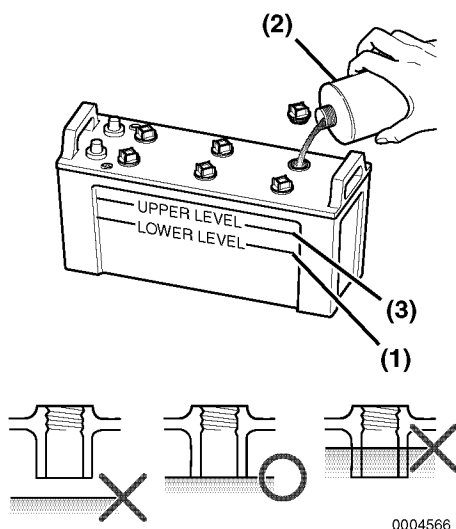

Figura 4
4. Si el nivel es inferior al nivel mínimo de llenado (**Figura 4, (1)**), rellene con agua destilada (**Figura 4, (2)**) (disponible en el mercado) hasta el límite superior (**Figura 4, (3)**) de la batería.